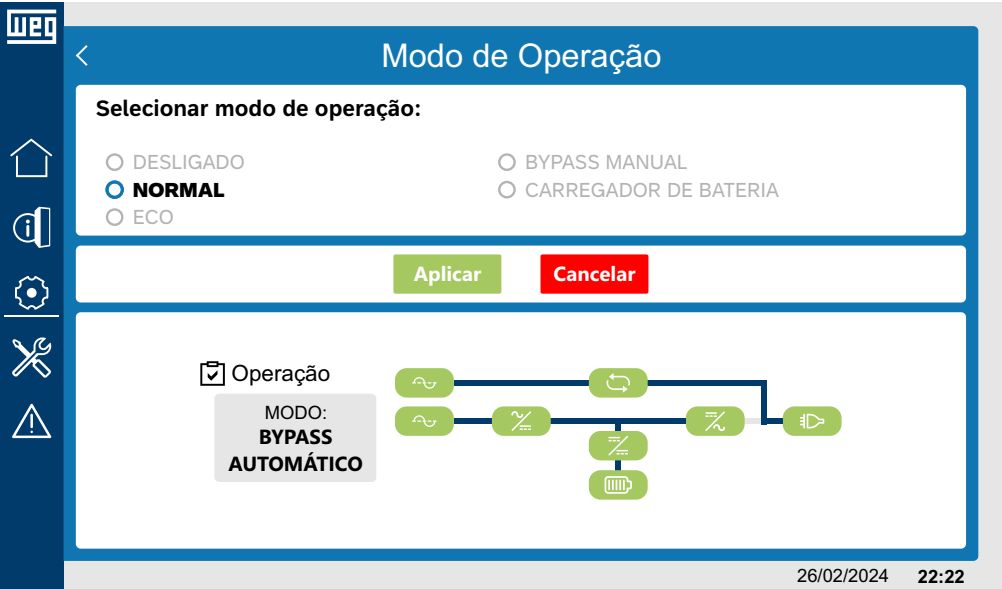

Figura 6.30: Sinóptico no modo de operação normal sendo alimentado pela bypass (modo bypass automático)
- Modo ECO: Figura 6.30 na página 6-22.